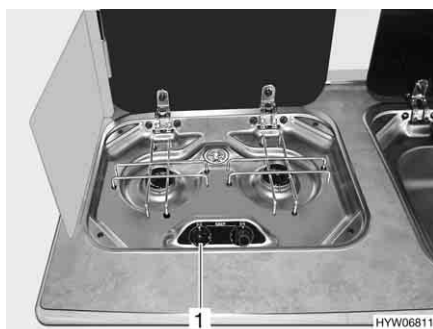

Fig. 97 Elementi di comando del fornello a gas
- Ruotare il pomello girevole (Fig. 97,1) degli apparecchi a fiamma libera desiderati in posizione accesa (fiamma alta).